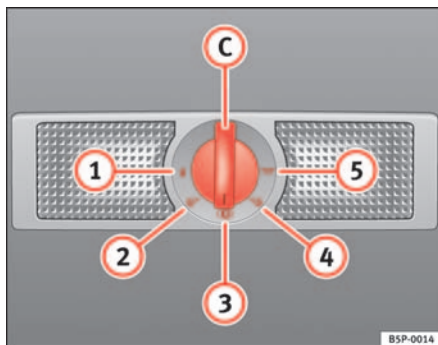

Abb. 80 Ausschnitt aus dem Dachhimmel: Innenleuchte und Leseleuchten hinten
Mit dem Schalter ⇒ Abb. 80 (C) können Sie folgende Positionen wählen:
In der Schalterstellung ⇒ Abb. 80 (1) sind die Innen- und Leseleuchten ausgeschaltet.